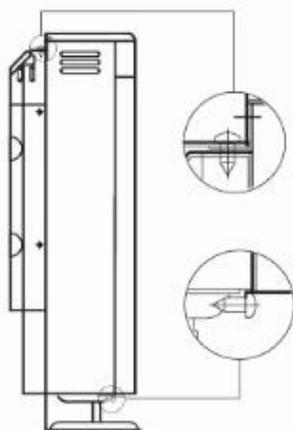

图 4
- 2.拆下顶盖螺钉及下部的前面板与连接片螺钉，前面板即可卸下。见图4。
将顶盖上面盖住，并将其就位，上紧螺钉，然后上紧底部的两个自攻螺钉。见图4。